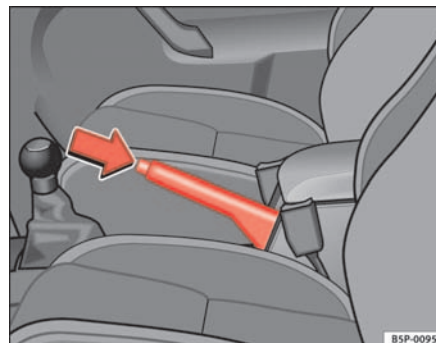

Fig. 97 Frein à main entre les sièges avant
- Serrez le frein à main à fond en relevant le levier vers le haut ⇒ **fig. 97**.
- Soulevez légèrement le levier de frein à main, appuyez sur le bouton de verrouillage dans le sens de la flèche ⇒ **fig. 97** et abaissez le levier au maximum ⇒ ⚠.